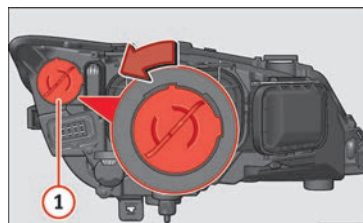

Fig. 207 Lámpara de luz de día.
- Gire el portalámparas » fig. 207 ① a la izquierda y tire.